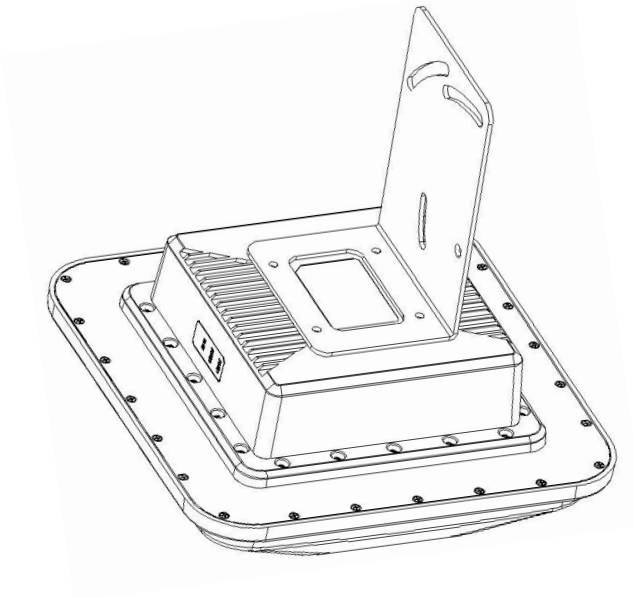

图 3-1 L 型支架安装图
- (1) 将 L 型安装支架对齐读写器外壳底部孔位用 4 颗内六角圆柱头组合螺钉 GB70-85 M5*12 紧固。如图 3-1 所示：